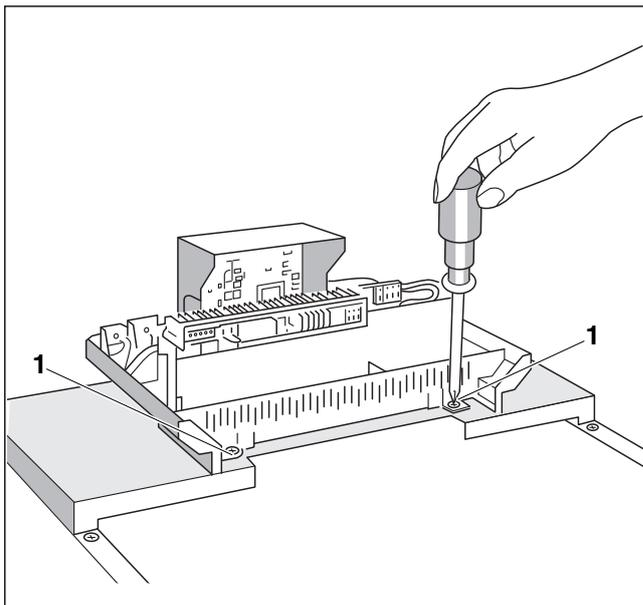

Рис. 11 Крепление системы управления Logamatic 2000
- ▶ Закрепить систему управления двумя винтами сзади справа и слева в кабельном проходе (→ рис. 11, [1]) к передней крышке котла (→ рис. 11).